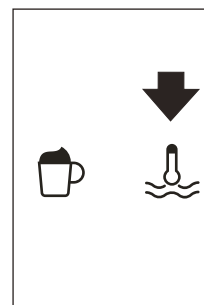

Abb. 27
- ▶ Drücken Sie die Sensortaste ☉ (B13) (Abb. 27).